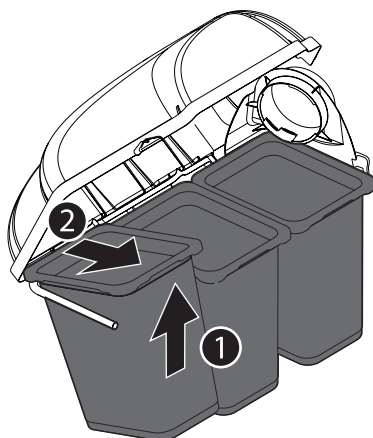

Figura 30
3. Extraiga los tres conjuntos de bolsas de las ménsulas de soporte para bolsas, para lo cual debe levantar el borde delantero primero y luego deslizar el borde trasero hacia afuera y arriba hasta que se aleje del bastidor. Consulte la Figura 30.